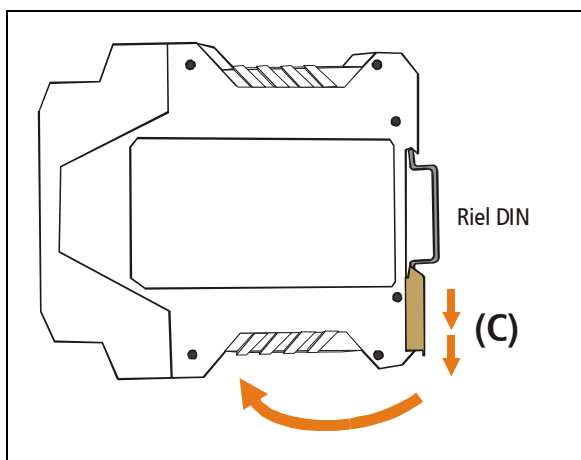

Figura 5 - Desmontaje del equipo
Para desmontar el equipo del riel DIN (figura 5), tire hacia abajo del clip metálico del equipo (C) y luego retírelo del riel.